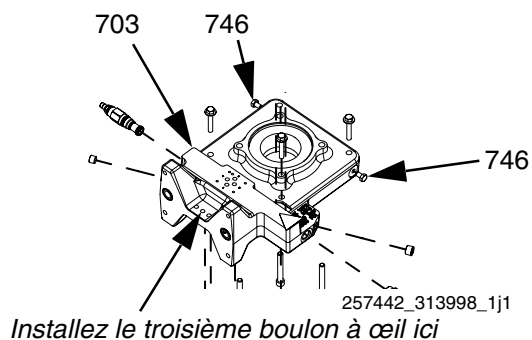

FIG. 10
5. Débranchez le flexible d'entrée de l'échangeur thermique et le raccord du raccord coudé (617). Débranchez le flexible de sortie de l'échangeur thermique et le raccord du raccord coudé (025).
6. Retirez les deux boulons (746) du passage de produit (703) et remplacez chacun d'eux par un boulon à œil résistant avec un filetage de 5/16-18. Installez un troisième boulon à œil résistant de 5/16-18 comme indiqué. Consultez la FIG. 10. Consultez la FIG. 8, page 32, pour voir l'intégralité du pack hydraulique.
3. Alignez les orifices avec le réservoir puis installez les quatre boulons (604) et les rondelles (603) fixant le réservoir sur la protection de l'électronique en les serrant avec les doigts. Serrez à un couple de 14 N•m (10 pi-lb).
5. Retirez les boulons à œil. Installez les boulons d'origine (746) dans le passage de produit (703). Consultez la FIG. 10.
8. Raccordez le flexible d'entrée de l'échangeur thermique et le raccord sur le raccord coudé (617). Raccordez le flexible de sortie de l'échangeur thermique et le raccord sur le raccord coudé situé à l'arrière droite du réservoir. Consultez la section **Module de pack d'alimentation**, page 52.